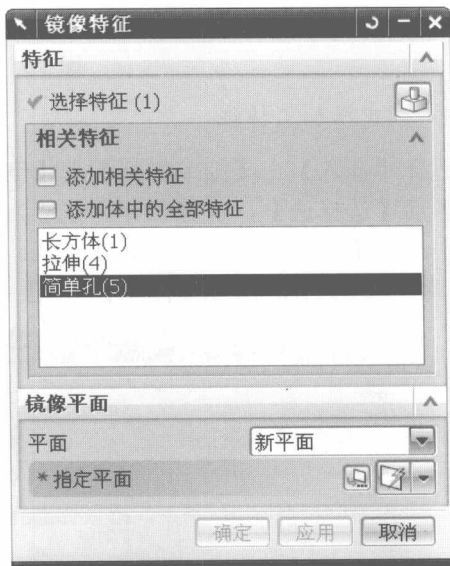

图 1.9 【镜像特征】对话框
(1) 选择【插入】|【关联复制】|【镜像特征】命令, 出现【镜像特征】对话框, 在【相关特征】组的候选特征列表中选择【简单孔】; 在【镜像平面】组中, 从【平面】下拉列表框中选择【新平面】选项, 如图 1.9 所示。